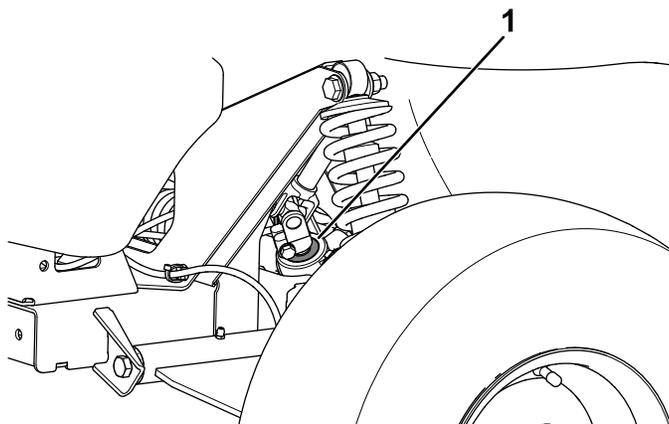

Figura 45
**Importante:** Verifique o estado e a segurança do vedante do eixo pinhão (Figura 45).